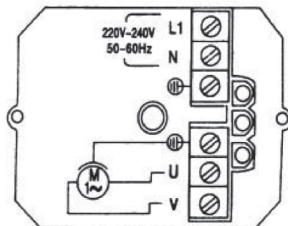
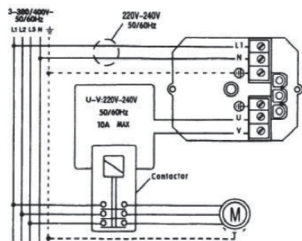

Рис.6
Рис.7
- b. Кнопка СБРОСА (7) заблокирована — нажмите ее несколько раз.
- d. Неправильное электрическое подключение на электронной плате. Проверьте соединения в соответствии с Рис. 6 или Рис. 7.